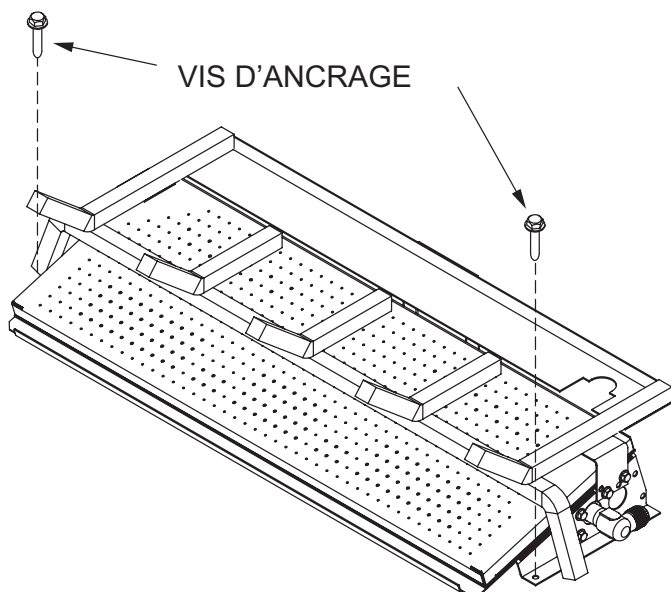

Figure 3
2. Un trou d'ancrage est fourni avec les deux brûleurs inférieurs du cadre de la grille. Après avoir centré la grille correctement, marquez les positions des trous sur le plancher de la chambre de combustion. Percez deux (2) trous d'un diamètre de 5/32 po (4 mm) approximativement 1-1/2 po (38 mm) profonds pour les vis de maçonnerie ou un trou de 1/8 po (3 mm) pour les vis à tôle.
3. Ancrez la grille au plancher du foyer/chambre de combustion à l'aide des vis offertes. Consulter la **Figure 3**.